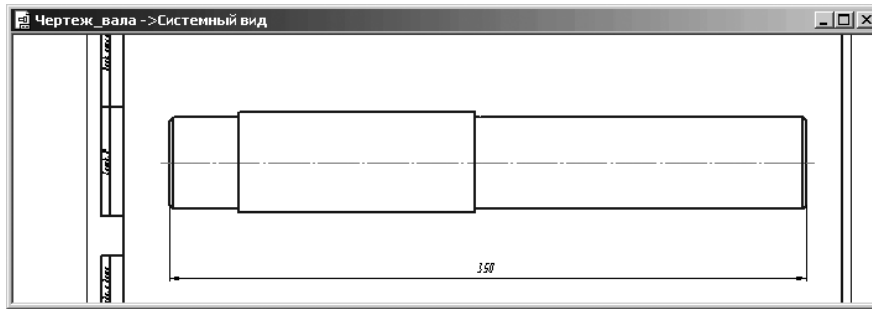

Рис. 4.101. Результат простановки размера общей длины вала
- щелкните мышью в левой (правой) крайней точке вала – точке выхода первой выносной линии, далее в правой (левой) крайней точке вала – точке выхода второй выносной линии или наоборот, а затем в месте расположения размерной надписи. Появятся выносные линии, размерная линия и размерная надпись общей длины вала (рис. 4.101);